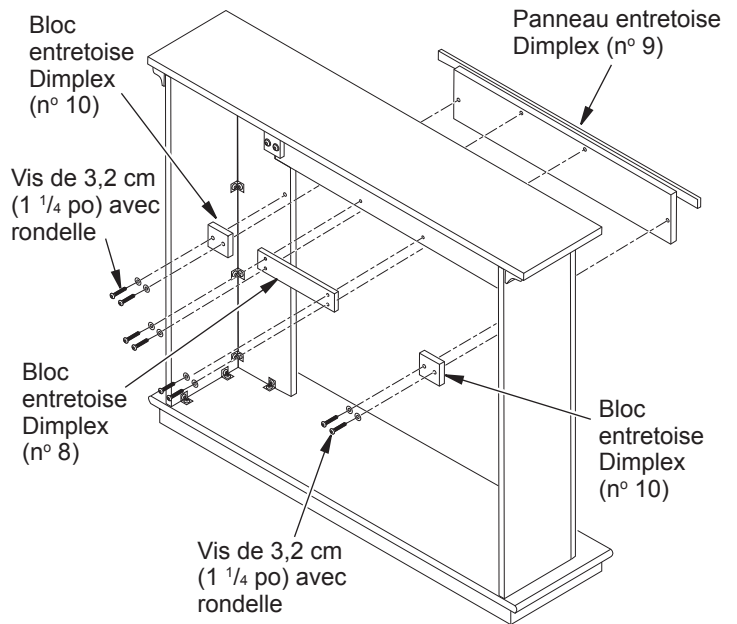

Figure 5 - Montage du panneau entretoise Dimplex
1. Placez le panneau entretoise Dimplex (n° 9) en position devant le manteau avec une bague de garniture sur le joint de couverture extérieure entre le panneau entretoise et le manteau (voir figure 5).